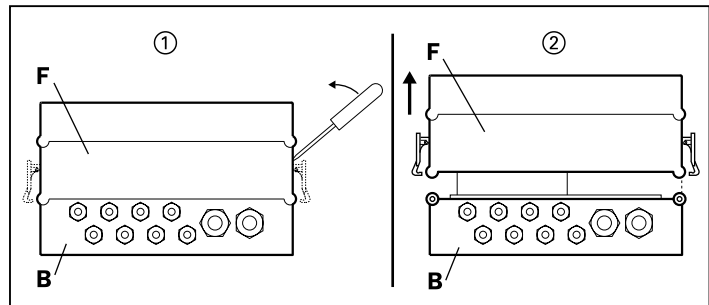

Fig. 4-1: Caja IP 65, quitar la parte frontal de la caja
1. Abrir con un destornillador la palanca tensora de los cierres de bisagra ① y quitar la parte frontal de la caja ② (véase *fig. 4-1*).